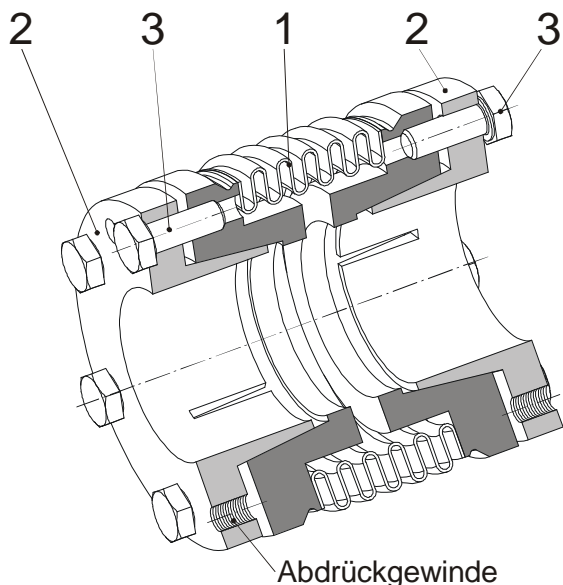

Bild 1: Type 931.311
## Montage der Kupplung Type 931.311 (Bild 1)
In den Konusbuchsen (2) befinden sich zur Demontage zwei (bei Größe 5 vier) Abdrückgewinde (Bild 1). Nachdem alle Sechskantschrauben (3) gelöst sind, können die Konusbuchsen (2) mit drei der Sechskantschrauben (3) aus den Naben des Metallbalges (1) herausgedrückt werden. Zur Demontage der Klemmnaben (4.1) müssen lediglich die Zylinderschrauben (5) gelöst werden. Bevor die An- und Abtriebsseite zum Abnehmen der Kupplung auseinandergelöst werden, muss sichergestellt sein, dass die Welle-Nabe-Verbindungen gelöst sind, um eine Beschädigung des Metallbalges zu vermeiden.